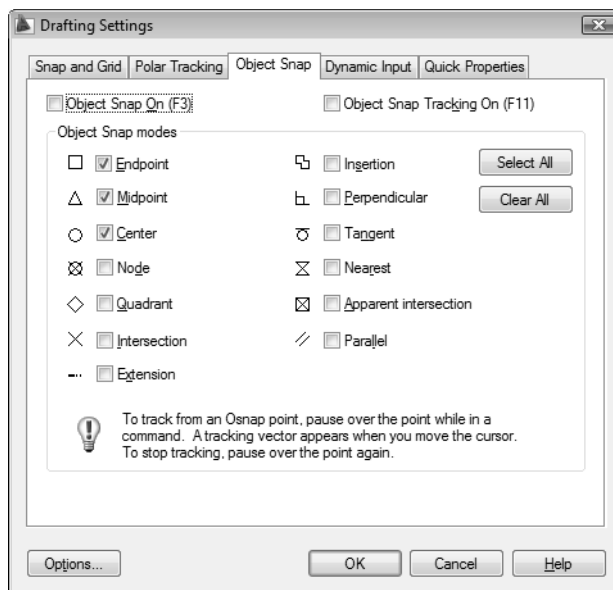

Рис. 5.49. Вкладка Object Snap диалогового окна Drafting Settings с включенными режимами постоянно действующей привязки
2. В открывшемся окне **Drafting Settings** (Режимы рисования) перейдите на вкладку **Object Snap** (Объектная привязка) и установите флажки **Endpoint**, **Midpoint**, **Center** и **Quadrant**, а также флажок **Object Snap On (F3)** (Объектная привязка Вкл (F3)) (рис. 5.49).